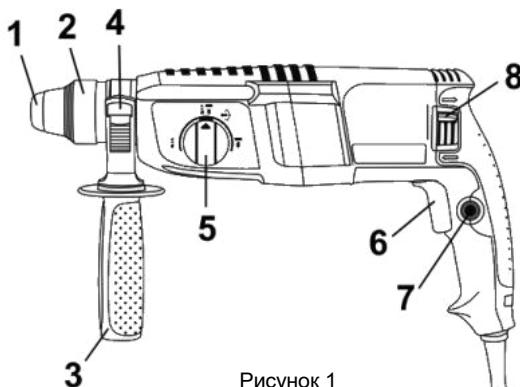

Рисунок 1
2.2.1 Виріб має несучий пластиковий корпус з вмонтованим електричним колекторним двигуном, редуктором з пневматичним ударним механізмом, на вихідному валу якого встановлюється патрон **SDS-Plus** (2) для закріплення змінних робочих інструментів з циліндричними хвостовиками системи SDS-Plus, згідно рис. 1. Корпус одночасно вміщує органи керування режимами інструменту, шнур живлення від мережі змінного однофазного струму та має опорну поверхню для встановлення передньої рукоятки (3) з можливістю фіксованого позиціонування навколо подовжньої осі виробу.
**4.1** Виберіть необхідний режим роботи виробу за допомогою перемикача (5) (див. рисунок 1, таблицю 1). При необхідності встановлення свердлильного патрона – встановить його в патрон SDS-plus через адаптер.
**4.2** Для ввімкнення виробу натисніть на курковий важіль перемикача (6) (рис.1). Для відключення виробу слід курок відпустити.